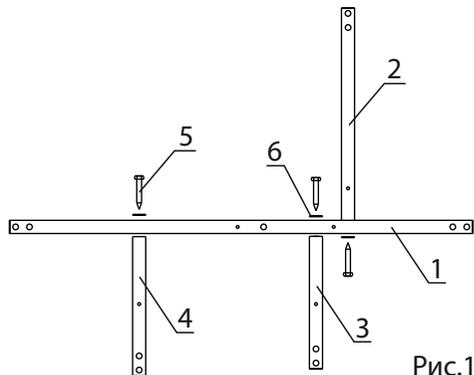

Рис.1
3. Собрать раму в соответствии со схемой сборки (Рис.1).